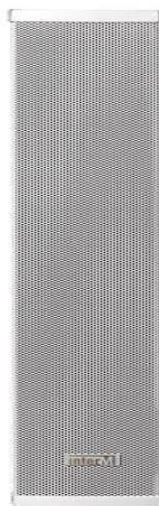

Рисунок 3. Громкоговоритель CU-920HV
4.3. Уличный всепогодный громкоговоритель CU – 920HV (CS-820) (рис.3) является двухполосной акустической колонкой, предназначенной для воспроизведения речевых сообщений и музыкальных программ в трансляционных сетях и системах оповещения.